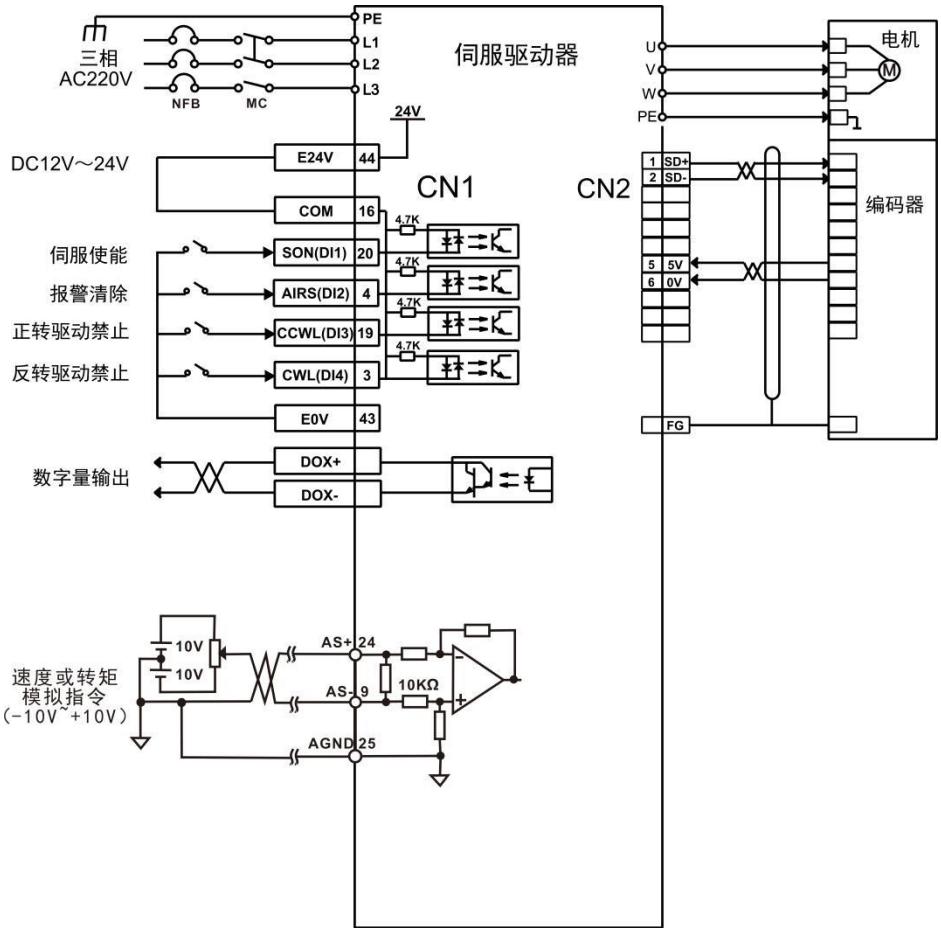

图 5.4 速度模式接线图
- 3) 参考图5.4配线说明连接CN1端子中的所需的DI/DO信号，如同服使能，报警清除，定位完成信号等。